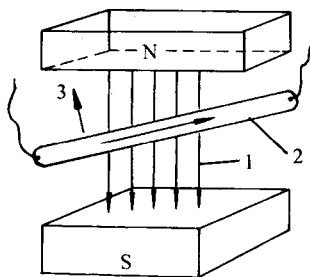
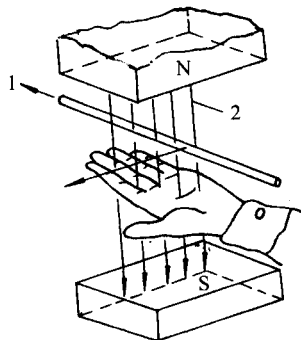

图 1-5 磁场对通电导体的作用
图 1-6 受力方向的判断
(2) 磁场对通电导体的作用。如图 1-5 所示,一根通电导线置于磁场中,当它在磁场中所处位置不与磁力线相平行时,将受到磁场的一个推动导线运动的力(F)的作用,导线的受力方向(F)按左手定则判断。如图 1-6 所示,左手伸开,四指并拢,